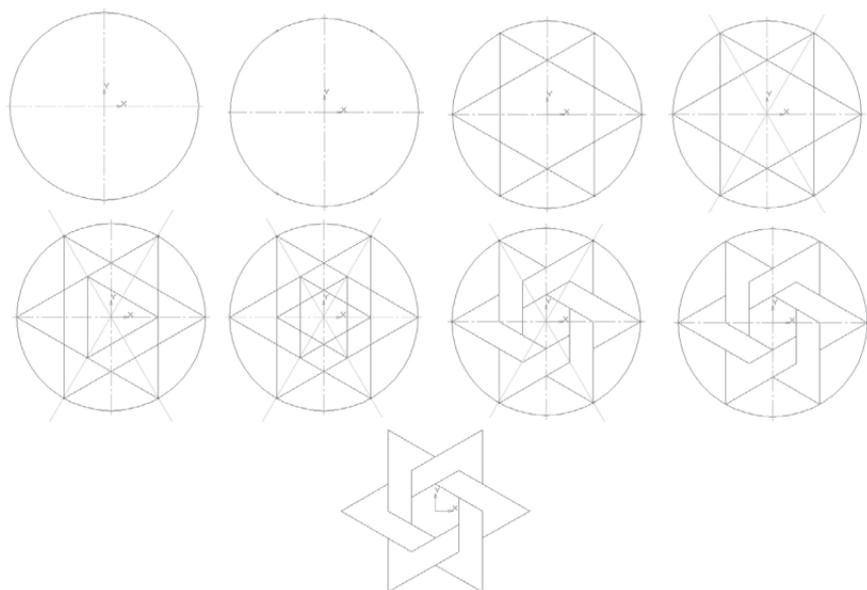

Рис. 83. Построение орнамента
1. Постройте орнамент по образцу и сохраните его (например, **Мои документы – Орнамент 2**). За основу возьмите окружность радиусом 50 мм (рис. 83).
1. Выполните заливку цветом орнамента §12 рис. 83 задание для самостоятельной работы (рис. 90).